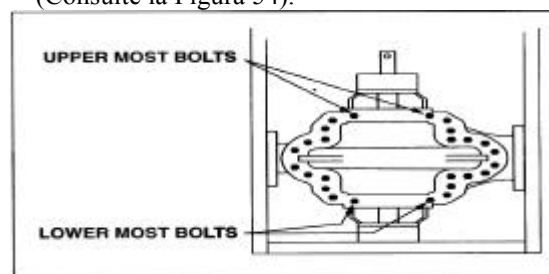

FIGURA 54 – PERNOS DE LA LINEA DE PARTICION
4. Retire los seguros de empernado y todos los pernos de la línea de partición excepto los dos que están más arriba y los dos que están más abajo (Consulte la Figura 54).